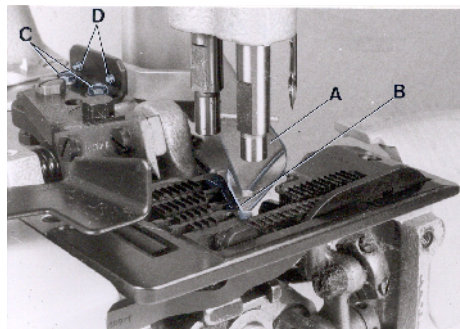

Fig. 24
The adhesive tape folder (A, Fig. 24) has to be assembled so, that it fits close to the bevelling of the cut-out in the throat plate (see Fig. 24). The inner lower edge of the folder mouth (B) must be flush with the top surface of throat plate, and set as far to the left in the throat plate cut-out so the adhesive tape will fully cover the closed bag opening. The folder bracket and the folder can be set accordingly after loosening screws (C and D, Fig. 24). Retighten screws.
Der Klebeband-Einfassapparat (A, Fig. 24) muß so montiert sein, daß er satt an der Schräge des Ausschnitts in der Stichplatte anliegt (siehe Fig. 24). Die innere untere Kante des Apparate-Mundstücks (B) muß mit der Stichplattenoberfläche eben sein und so weit nach links in den Stichplattenausschnitt gestellt werden, daß das Klebeband die zugenähte Sacköffnung voll umschließt. Der Apparatehalter und der Apparat können nach Lösen der Schrauben (C und D, Fig. 24) entsprechend eingestellt werden. Ziehen Sie die Schrauben wieder an.